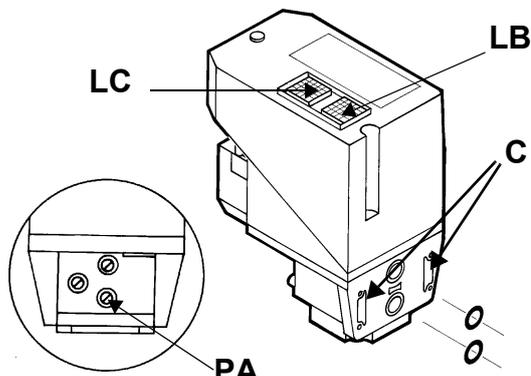
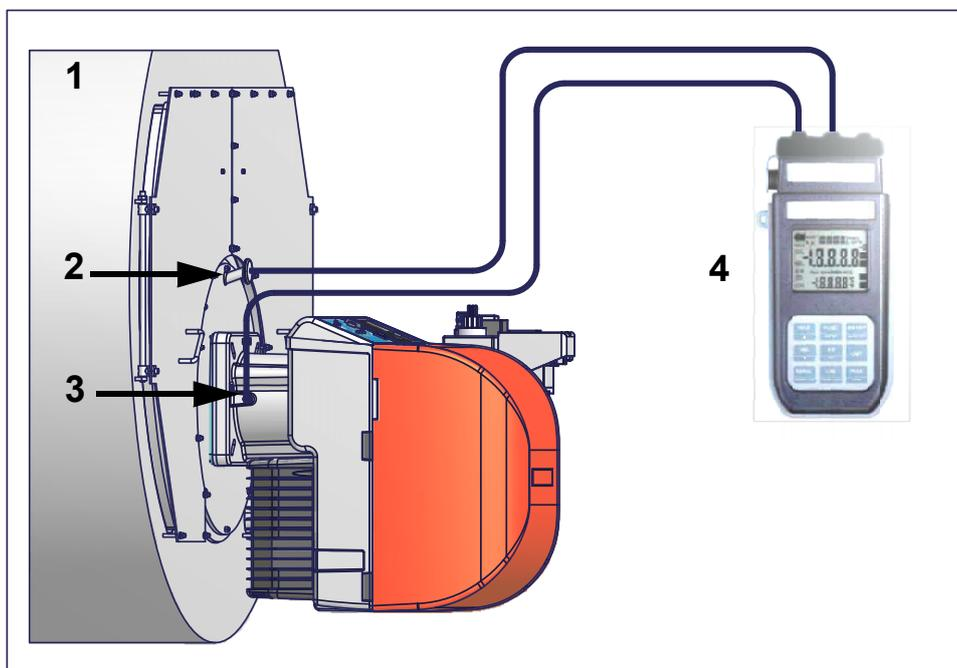

Рис. 8
Рис. 11
- 2). снять крепежные винты группы Multibloc (Рис. 11-А)
- 3). вставить уплотнительные кольца (10,5x2,25) в VPS 504 (Рис. 8-В, Рис. 11-В)
- 4). закрутить 4 винта блока контроля герметичности (M4x16) Рис. 11-С.
Кривые давления газа в голове сгорания горелки, в зависимости от расхода газа, действительны только в том случае, если горелка правильно отрегулирована (процентное содержание остаточного O2 в уходящих газах - как в таблице "Рекомендуемые параметры выбросов", а CO - в пределах нормы). На этой фазе голова сгорания, дроссельный клапан и сервопривод находятся в максимально открытом положении. Смотрите Рис. 11, на котором изображено, как правильно измерить давление газа, принимая во внимание значения давления в камере сгорания, снятые с манометра или пользуясь техническими характеристиками котла/утилизатора.